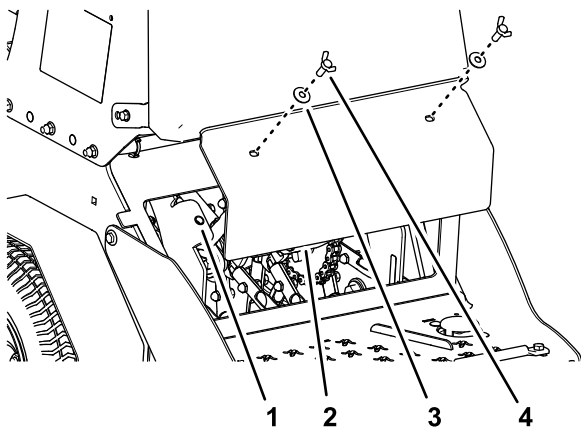

Рисунок 61
3. Удалите 2 барашковых винта ( $\frac{3}{8}$  x 1 дюйм) с 2 шайбами ( $\frac{3}{8}$  дюйма), которые крепят заднюю панель к ходовой части, и снимите панель (Рисунок 61).
- Совместите отверстия в задней панели с отверстиями в ходовой части (Рисунок 61).
- Прикрепите панель к ходовой части с помощью 2 барашковых винтов с 2 шайбами (Рисунок 61), снятых при выполнении пункта 3, и затяните болты с моментом от 37 до 45 Н·м.